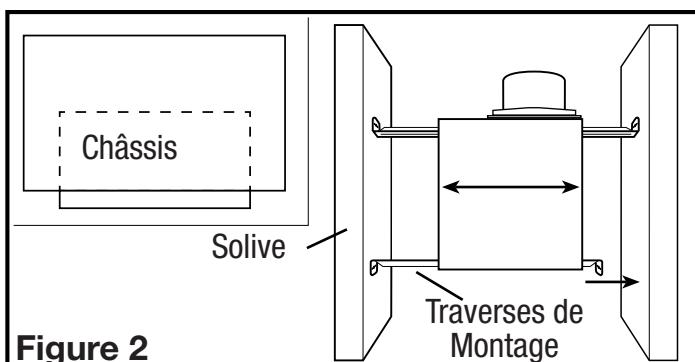

Figure 2
- Installer les traverses sur le châssis et positionner le châssis près de la solive. Aligner le châssis pour qu'il soit à effleurement avec le plafond fini. Fixer les extrémités des traverses avec des clous ou des vis (non-comprises) aux solives et glisser le châssis à sa position finale (Figure 2).